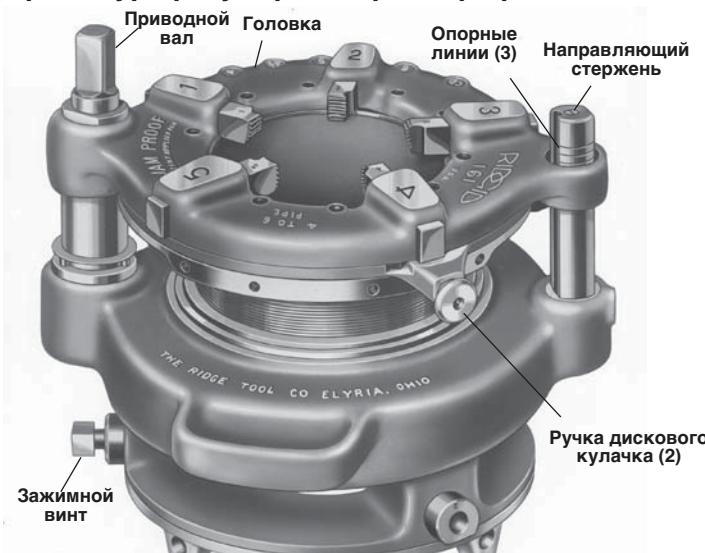

Рисунок 25 – Головка № 161 с поднятым ведущим валом
2. Потяните ручки (рисунок 25) дискового кулачка и вращайте дисковый кулачок до нужной отметки размера трубы наверху головки. Отпустите ручки, когда установочные штифты попадают в отверстие на диске для выбора.
Возьмитесь за патрон и поверните квадратный конец приводного вала или поверните коробку передач вручную до соответствующих опорных линий на направляющем стержне. (Рисунок 25)
2. Потяните ручки (рисунок 25) и вращайте дисковый кулак до нужной отметки CD наверху резьбонарезной головки.